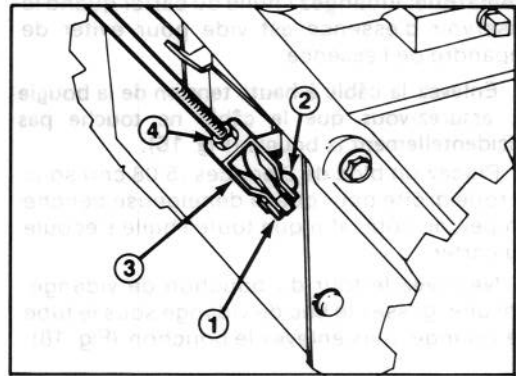

Figure 22
2. Enlevez la goupille fendue et la cheville d'étrier qui maintiennent l'étrier à la tige de commande inférieure (Fig. 22).